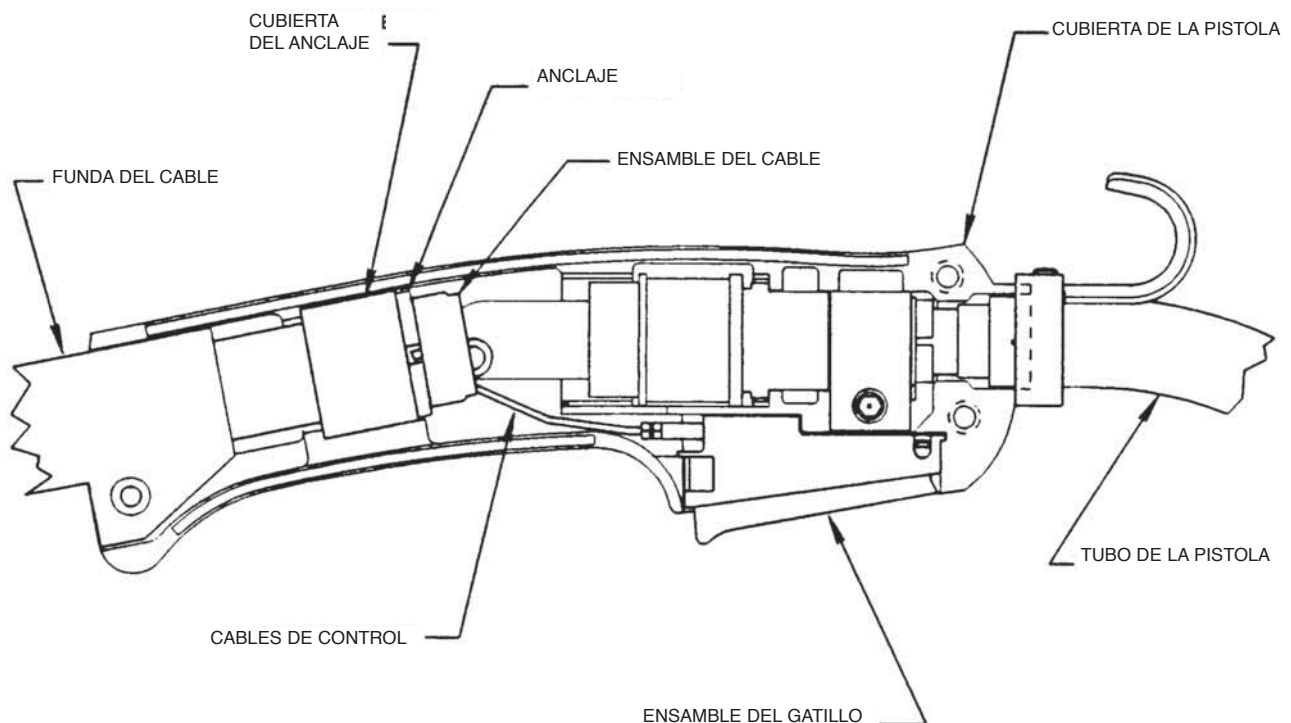

Figura 4
- k. Ensamble el cable en el lado izquierdo de la manija de la pistola; ensamble el gatillo en la cavidad de la manija adecuada. Ensamble el lado derecho de la manija de la pistola y apriete los tres tornillos que unen a la manija. Consulte la Figura 4.